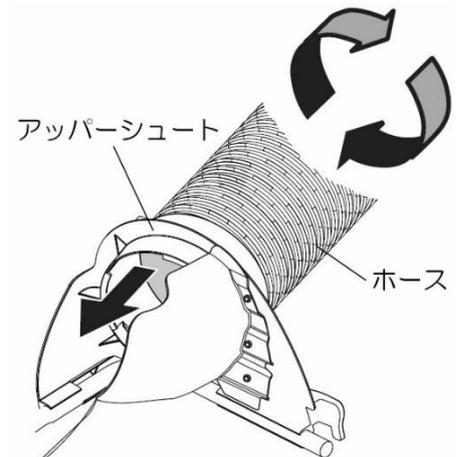

図 21
1. ホースの上端をアッパーシュートに差し込んでしっかりと固定されるまで反時計回りにねじ込みます。図 21 を参照してください。